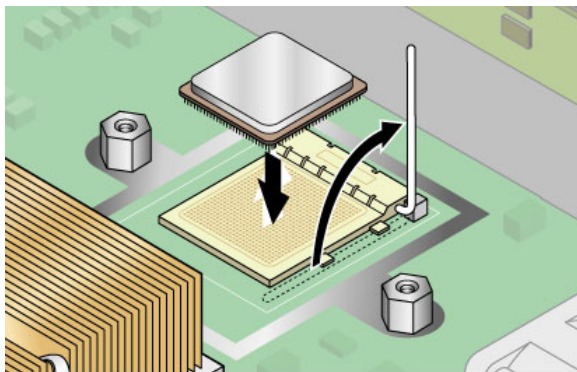

图 4-31 将 CPU 安装在它的插槽中
2. 确保插槽的释放杆处于完全打开的垂直位置（请参见图 4-31）。
5. 当 CPU 完全插入插槽后，请向下旋转插槽的释放杆，直到其卡入到位并将 CPU 固定在插槽中（请参见图 4-31）。